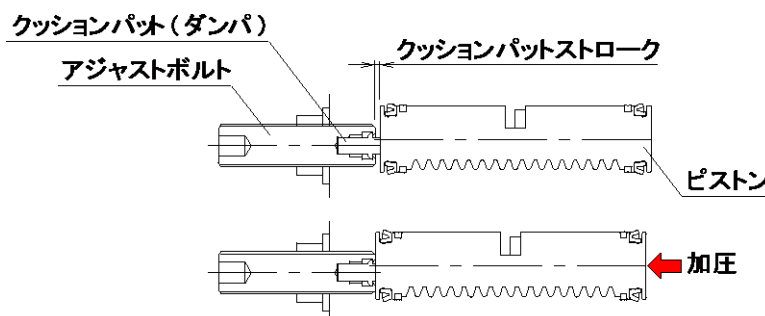

図 4
- 注) ・ MSQ シリーズはアジャストボルト先端部にクッションパット(またはダンパ)を内蔵していますので角度調整を行う場合は図 4 に示すように加圧状態(クッションパット付の最低使用圧力 : 0.1MPa 以上、ダンパ付の最低使用圧力 : 0.3MPa 以上)にして、ピストンが完全にストロークした状態で行ってください。詳細につきましては、P. 50 をご参照ください。